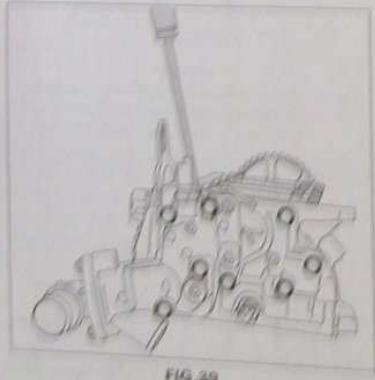

FIG 39
- pour découler le boîtier thermostatique, faire levier avec un tournevis en prenant appui sur le bossage de la sonde de température (Fig 39).